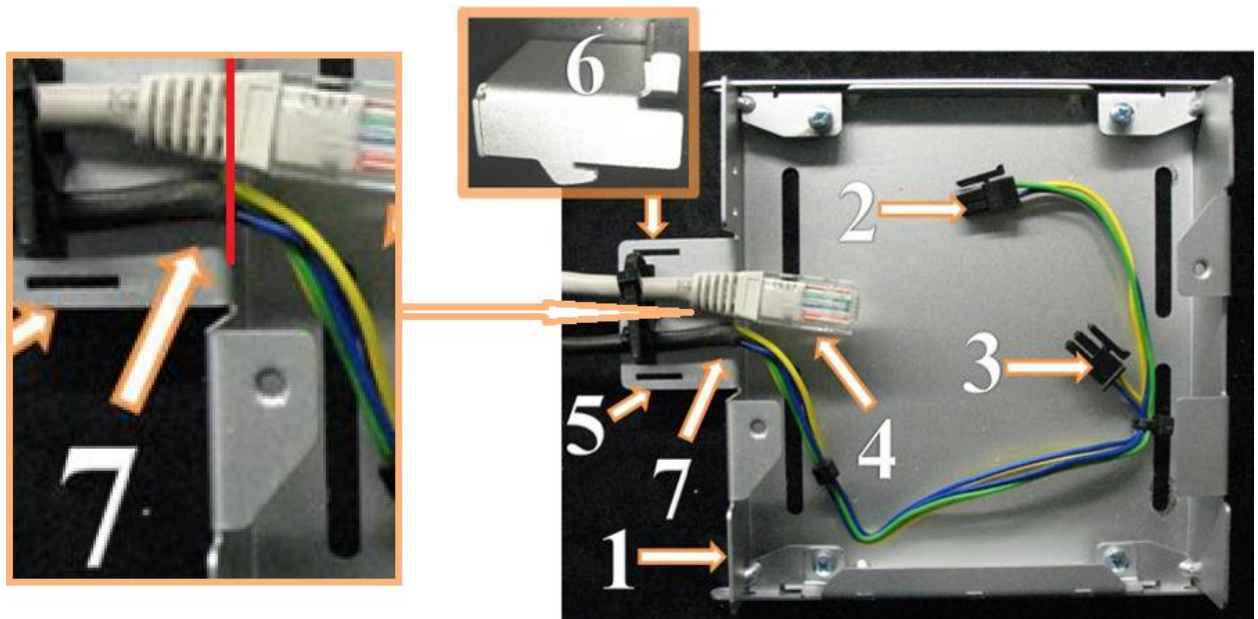

Рисунок 2.1.2 – Внутренний вид платформы КИА
На крепёжном фланце (5, Рисунок 2.1.2) закрепить пластиковой стяжкой кабель подключения SAS и питания (2,3, Рисунок 2.1.2), совместив край изоляционной трубки на кабеле с местом изгиба крепёжного фланца (7, место изгиба выделено красной линией на Рисунке 2.1.2).
На крепёжном фланце (5, Рисунок 2.1.2) закрепить пластиковой стяжкой общий кабель для подключения кабеля SAS и кабеля питания
(2,3, Рисунок 2.1.2), совместив край изоляционной трубки на кабеле с местом изгиба крепежного фланца (7, место изгиба выделено красной линией на Рисунке 2.1.2).
Внимание! Необходимо закрепить кабель СККС на крепежном фланце (5, Рисунок 2.1.2) не затягивая крепящую стяжку!
Установить защитный кожух крепления кабелей (6, Рисунок 2.1.2) на крепежный фланец (5, Рисунок 2.1.2) и закрыть основание платформы КИА крышкой (5, Рисунок 2.1.1). Крышку зафиксировать винтами (2,3, Рисунок 2.1.1).
3. Установить защитный кожух крепления кабелей (6, Рисунок 2.1.2) на крепежный фланец (5, Рисунок 2.1.2) и закрыть основание платформы КИА крышкой (5, Рисунок 2.1.1.).